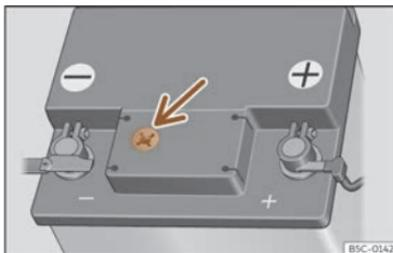

Fig. 207 Spioncino sopra la batteria da 12 volt (rappresentazione schematica).
- Verificare il colore della finestrella circolare situata sul lato superiore della batteria >>> **fig. 207**.